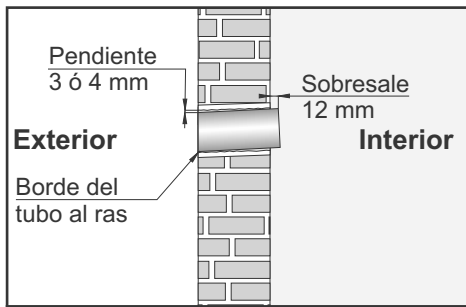

Fig.10
- Asegúrese que el Tubo sobresalga 12 mm del lado interno de la pared y que queda al ras del lado exterior (Fig. 10).